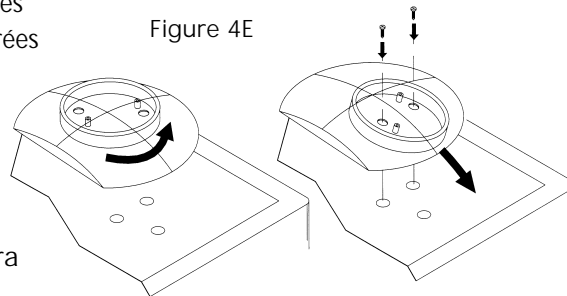

Figure 4E
Étape 6 En utilisant deux des vis qui ont été retirées à l'étape 2, fixer l'ensemble de plaque adaptatrice au moniteur. À cette fin, il faudra tourner la plaque adaptatrice entièrement en sens anti-horaire tout en la faisant glisser vers l'avant comme illustré à la Figure 4E. Ceci vous permettra de poser les deux vis arrière.